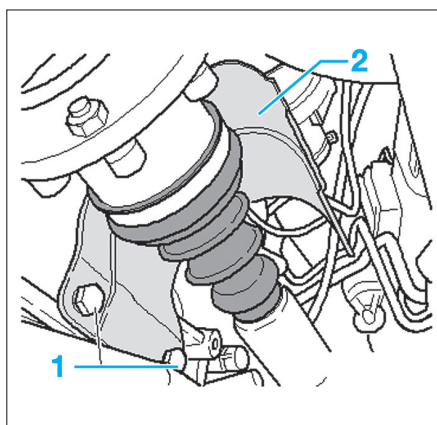

Fig. 29
- Déposer les vis de fixation (1) (Fig.29), puis extraire le cache (2).